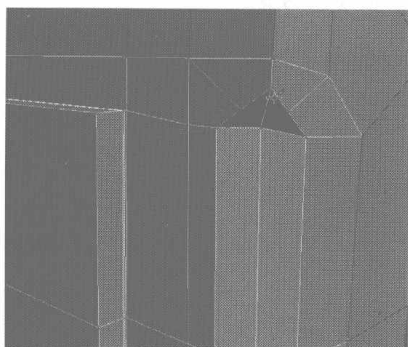
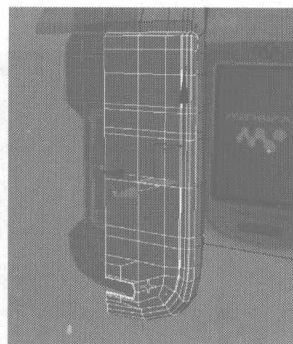
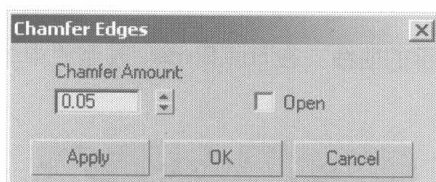

图 4.208
图 4.209
图 4.210
- 32** 在手机侧面倒角处调整、添加如图 4.208 所示的细分线，再选择如图 4.209 所示的边线，在 Edit Edges 卷展栏中单击 **Chamfer** 右侧的小按钮，在弹出的对话框中设置倒角参数，如图 4.210 所示。